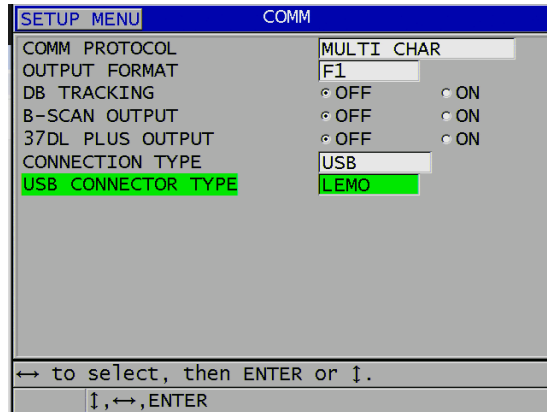

Figura 9-3 Alterando os parâmetros de comunicação
3. Na tela **COMM** (COMUNICAÇÃO) (consulte Figura 9-3 na página 157):